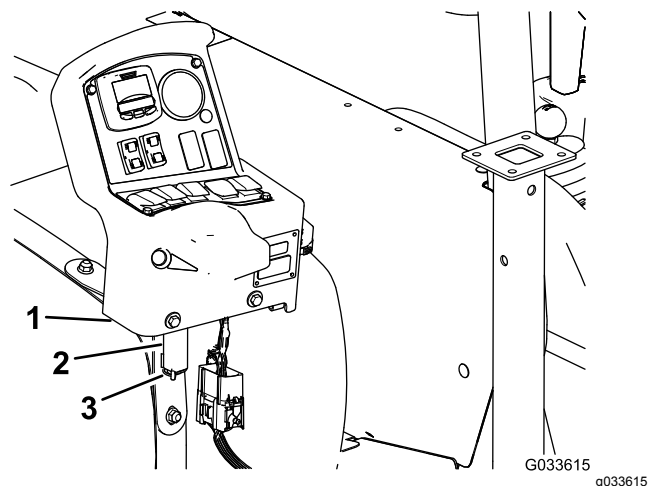

Figure 129
7. Déposez la console de son support sur la planche de bord de la machine et alignez l'axe de pivotement de la console et le support de rangement au niveau de la sangle avant de la cuve (Figure 129) ; voir Montage de la console de commande sur la machine \(page 25\).
8. Fixez la console au support et fixez l'axe de pivot au support avec la goupille fendue (Figure 129).